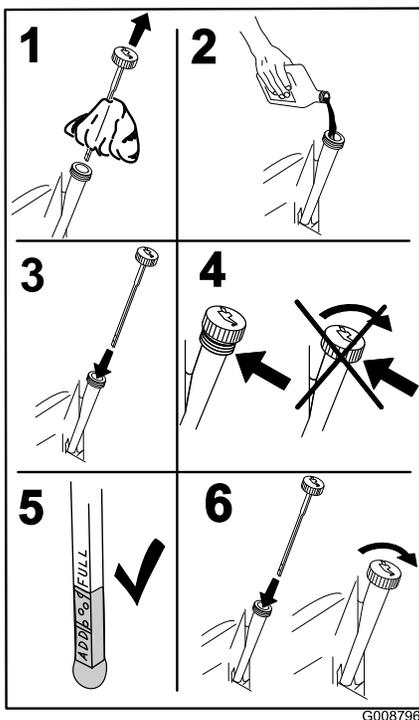

Figure 31
- Versez lentement environ 80% de l'huile spécifiée dans le tube de remplissage puis faites l'appoint lentement jusqu'à ce que le niveau atteigne le repère du plein (**Full**) (Figure 31).